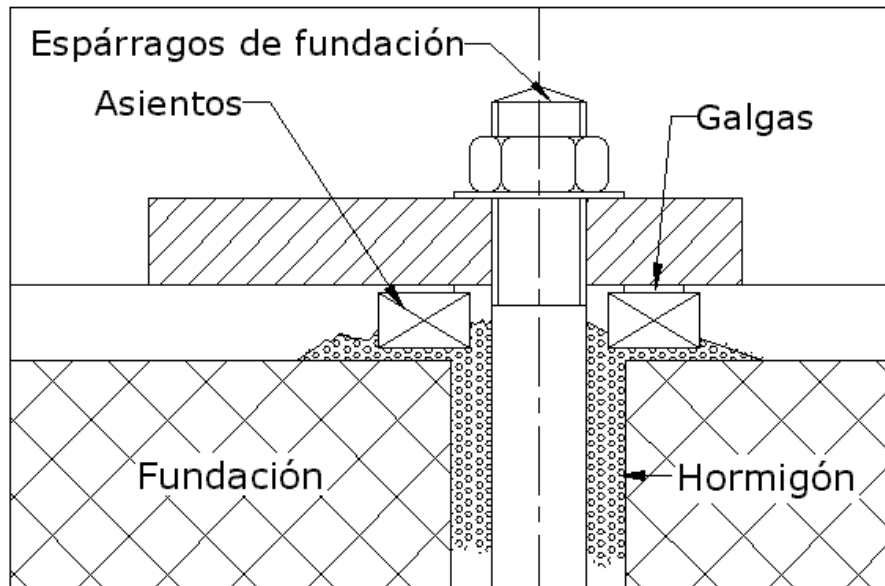

Fig. 2
3. Colocar los asientos de acero encima del hormigón no fraguado y a los lados del anclaje de fundación. Dejar un pequeño juego entre la placa de fundación y los asientos. Fig. 2.